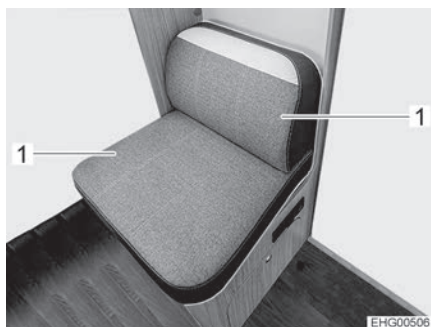

Fig. 34 Banquette
- Retirer deux coussins (Fig. 34,1).